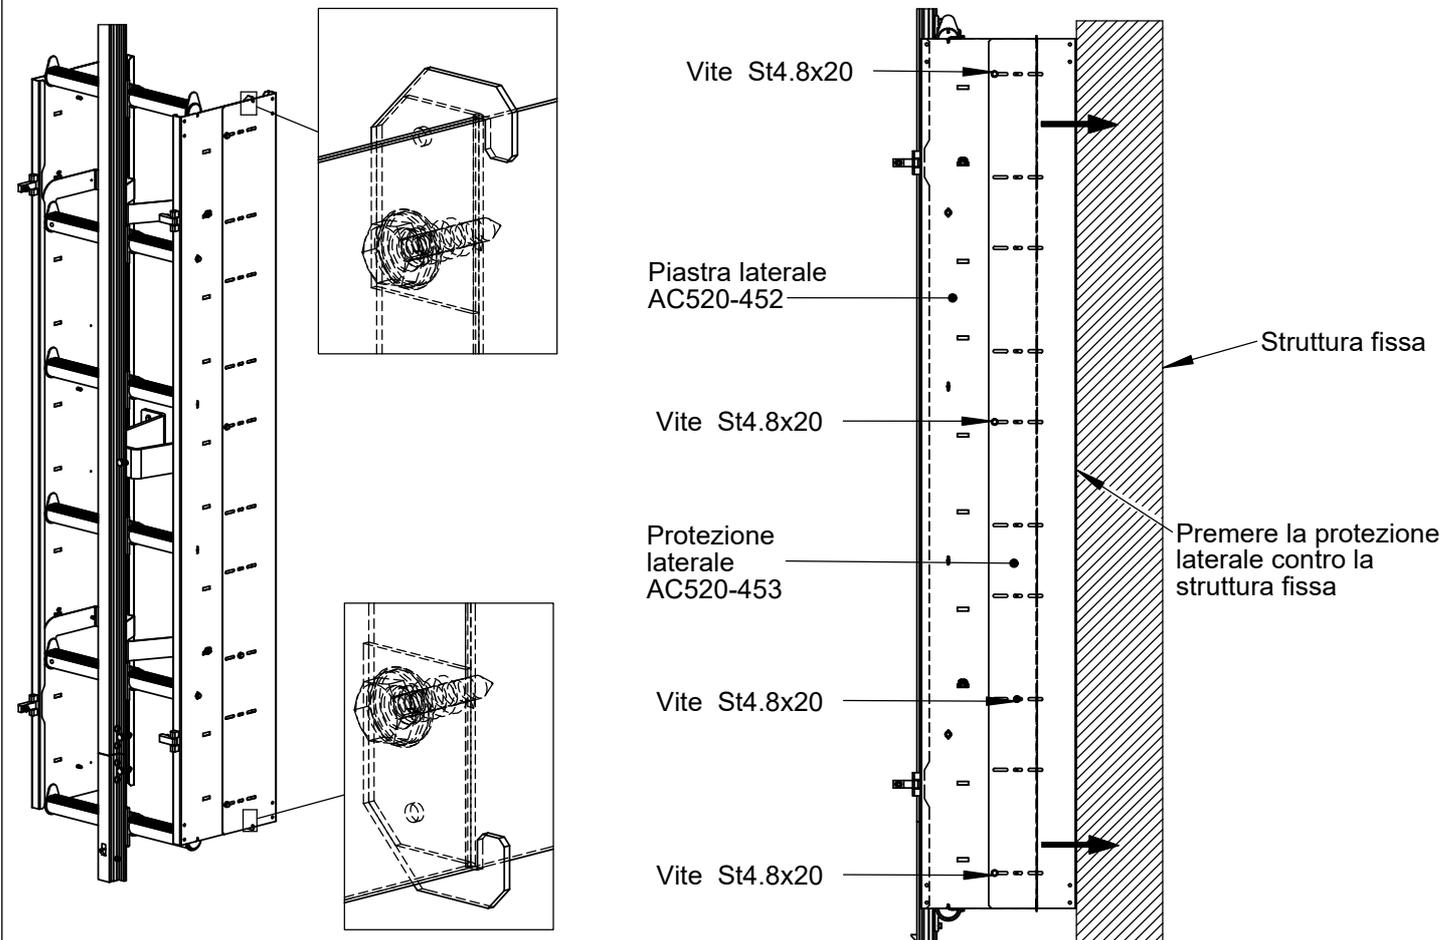

Fig. 9.3-8 Installazione e regolazione delle protezioni laterali AC520-453.
- j) Inserire la protezione laterale AC520-453 nell'incavo ~1,2mm della staffa inferiore (Fig. 9.3-8).
- k) Installare le staffe superiori AC520-457 conformemente al punto "g" / "h" / "i" (Fig. 9.3-8).
- l) Spostare la protezione laterale AC520-453 lungo la piastra laterale AC520-452 fino alla struttura fissa (Fig. 9.3-8).
- m) Fissare la protezione laterale sulla piastra laterale mediante 4 viti ST4.8x20 (Fig. 9.3-8).